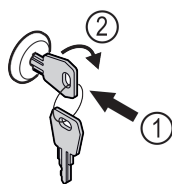

Fig. 114
- ▶ Klíč zasuňte dovnitř Fig. 114 (1).
- ▶ Otáčejte klíčem o 90° ve směru hodinových ručiček Fig. 114 (2).